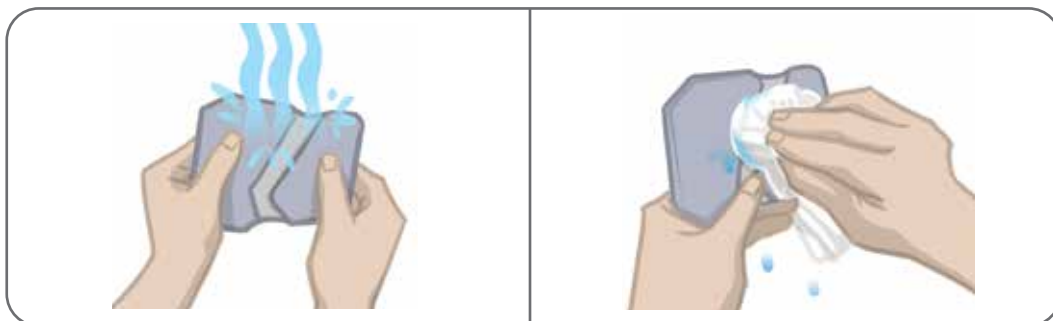

Abbildung 6-3: Befeuchten der Elektrode und Entfernen von überschüssigem Wasser
3. Befeuchten Sie die Quick-Fit-Elektrode vollständig mit Wasser. Siehe Abbildung 6-3.
4. Tupfen Sie überschüssiges Wasser von der Quick-Fit-Elektrode mit einem Tuch ab. Siehe Abbildung 6-3.